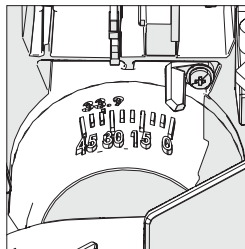

Fig. 23
- Incline a cabeça da serra até ao ângulo desejado. A ferramenta inclui um transferidor para ajudá-lo a selecionar o ângulo (**Fig 23**).